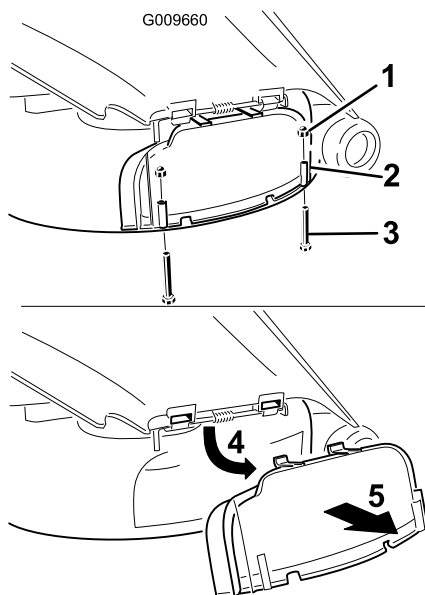

Figura 26
3. Rimuovete i due 2 bulloni e dadi che fissano il coperchio dello scarico al tosaerba (Figura 26).